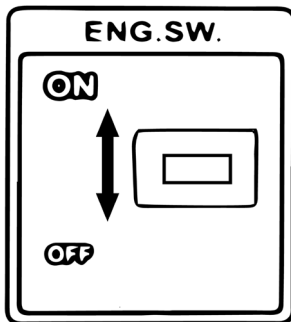

Abbildung 11: Motorschalter
- Bringen Sie den roten Motorschalter in „ON“ Position. (Abb. 11)